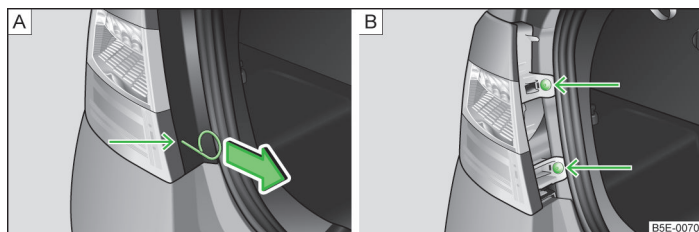

Fig. 229 Capacul/demontarea lămpii
- Etrierul pentru extragerea capacelor integrale de roți » pagina 242, *Trusa de scule* se introduce în orificiu, în locul marcat cu săgeți » fig. 229 - [A].
- Extrageți capacul în sensul săgeții » fig. 229 - [A].
- Desfaceți lampa folosind cheia din trusa de scule » fig. 229 - [B].